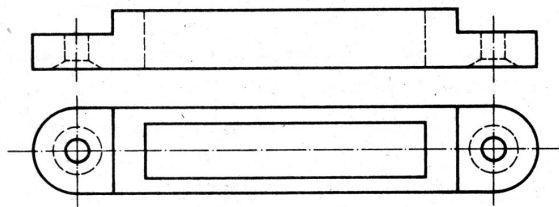

Bild 46.1. Schloßplatte
- ① Zeichne die Hauptansicht der *Schloßplatte* in einen Vollschnitt um (Bild 46.1.)! Kennzeichne (zeige) die Schnittflächen und die hinter der Schnittebene liegenden Flächen und Kanten!